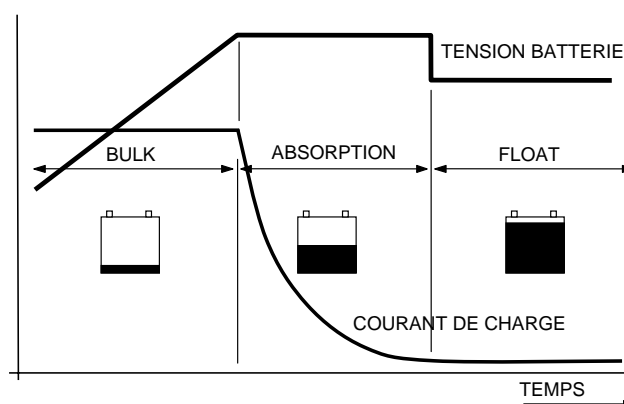

Figure 2 : Système de charge à trois étapes
Voir Figure 2. La première étape du système de charge à trois étapes est la phase bulk (A), dans laquelle le courant de sortie du système de charge est limité par le courant de sortie maximum de l'alternateur et par la vitesse de rotation du moteur. Au cours de cette étape, la batterie est rapidement chargée à quasiment 100% de sa capacité. Le courant charge les batteries et la tension monte à la tension d'absorption de 14,25V (modèles 12V / 28,5V (modèles 24V) @ 25°C / 77°F. La durée de cette phase dépend du ratio capacité de charge versus capacité batterie et du pourcentage de décharge des batteries en début de phase.